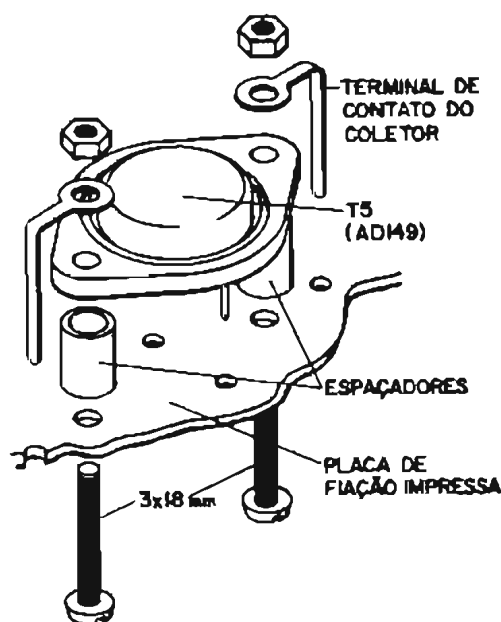

Figura 11 - Colocação de T_5 (AD149) na placa de fiação.
- 15 - Para a colocação dos transistores T_4 (BD181) e T_5 (AD149) insira os parafusos de 3 x 18 mm a partir da face cobreada da placa. Coloque em cada parafuso, pelo lado isolante da placa, um dos espaçadores fornecidos no conjunto (figura 11). Coloque em seguida os transistores em seus lugares correspondentes. A ligação dos coletores de T_4 e T_5 à fiação impressa é feita por meio de terminais adequados. Usam-se dois deles em conjunto com T_5 e apenas um com o transistor T_4 . Antes de montar os terminais, dobre-os a 8 mm do furo, como ilustrado na figura 11. A seguir encaixe o furo de cada terminal no parafuso de fixação, inserindo simultaneamente a lingueta no orifício correspondente da placa. Esses furos são indicados pelos símbolos "COL 4" e "COL 5" impressos na face não cobreada. Coloque a porca de fixação do transistor, verificando que o terminal fique entre o corpo do transistor e a porca de fixação.